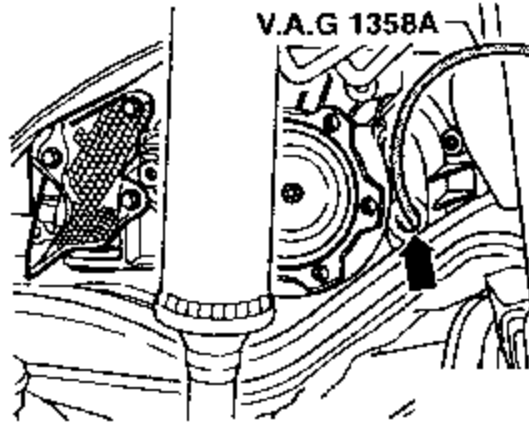

图 8-103 拧下加油螺栓
(1) 松开传动轴/轮毂螺栓，只要车身还在轮子上就行。拆下轮子和左侧传动轴。
(2) 放上接油槽 V.A.G1306。
(3) 如图 8-103 所示，拧下加油螺栓（箭头）。用抽油机 V.A.G1358A 抽出主传动器中的变速箱油，最少 0.5L 。主减速器内的机油必须抽干净，否则会存在轴油和变速箱油相混的危险。拆下左侧传动轴隔热板。拆下速度表传感器。